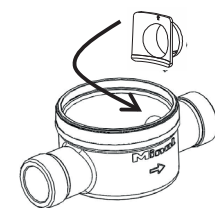

Abb. 3
- 7.4. Die mit dem Messeinsatz gelieferte Auslaufbuchse mit der Pfeilmarkierung nach oben in die Auslauföffnung des UPT stecken. Durchflussrichtung gemäß Pfeil im UPT beachten (Abb. 3).